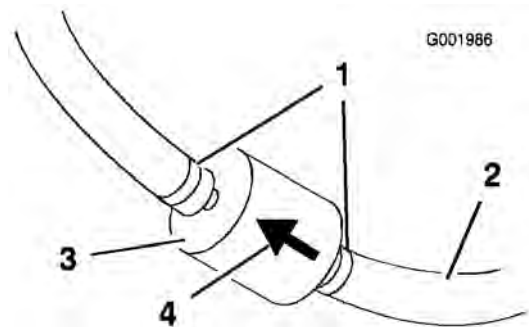

図 51
5. 古いフィルタのクランプをゆるめて脇に寄せる(図 51)。